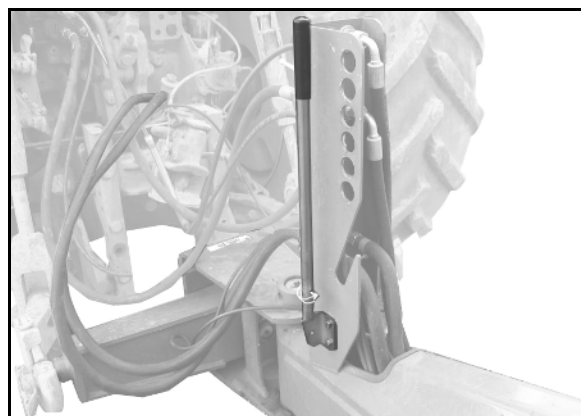

Fig. 57
1. Stil håndtaget ud af neutralposition (Fig. 57).